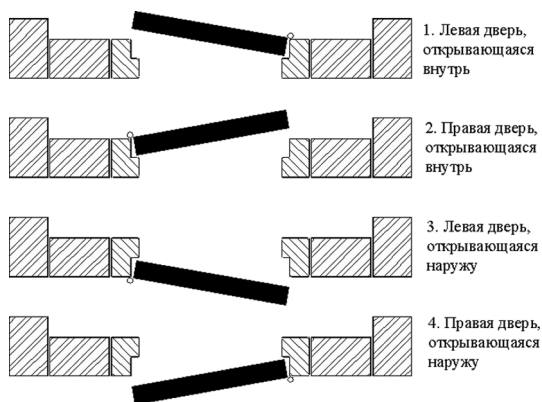

Рис. 52. Направления открывания дверей
- Определить местоположения петель по схеме установки (рис. 52) (с. 104, рис. 78 (Сим.)).